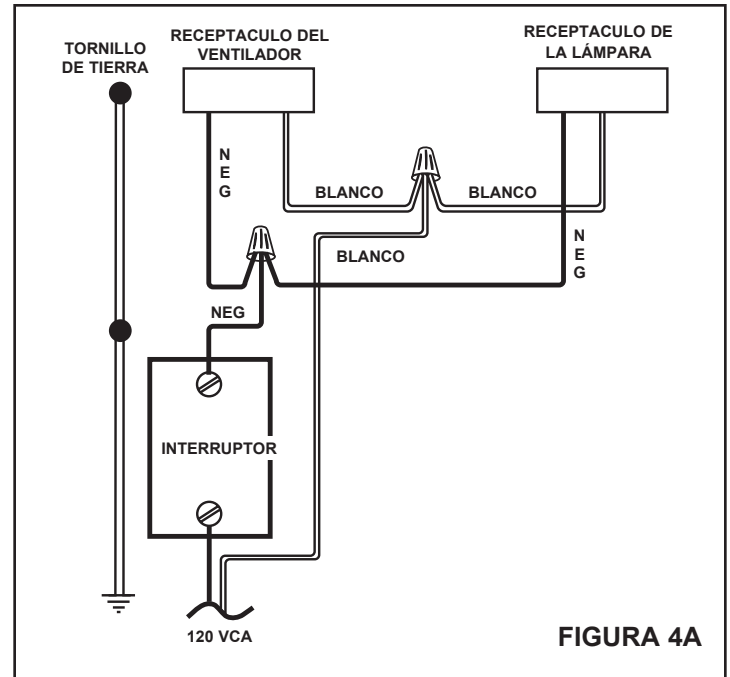
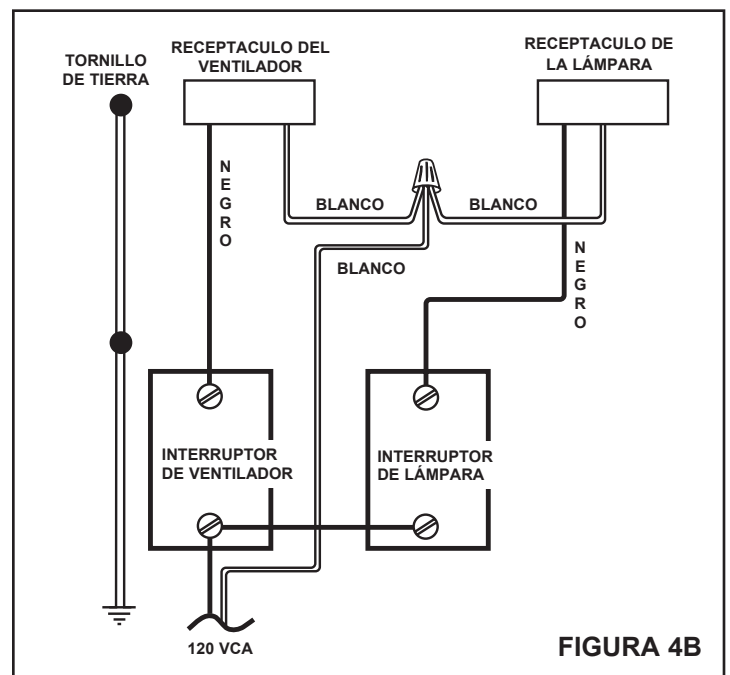

FIGURA 4A
FIGURA 4B
4. Consulte la Figura 4A y 4B. Si un solo interruptor es utilizado para controlar el ventilador y la luz, haga las conexiones del cableado según las indicaciones de la figura 4A. Si un interruptor doble es utilizado para el control separado del ventilador y de la luz, haga las conexiones según las indicaciones de la figura 4B.